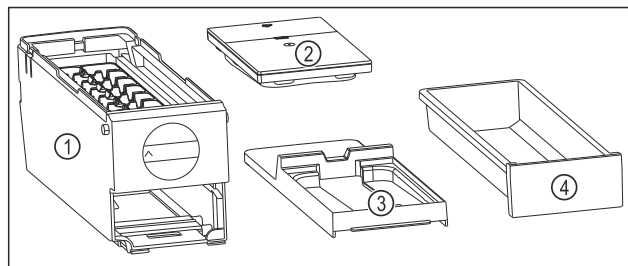

Fig. 107 Pjesët përbërëse të EasyTwist-Ice
- EasyTwist-Ice është i ndarë në katër pjesë. (shihni Fig. 107)
- Zbërtheni EasyTwist-Ice vetëm në pjesët përbërëse të ilustruara. (shihni Fig. 107)
- Pastroni kutinë EasyTwist-Ice Fig. 107 (1) si një të tërë.